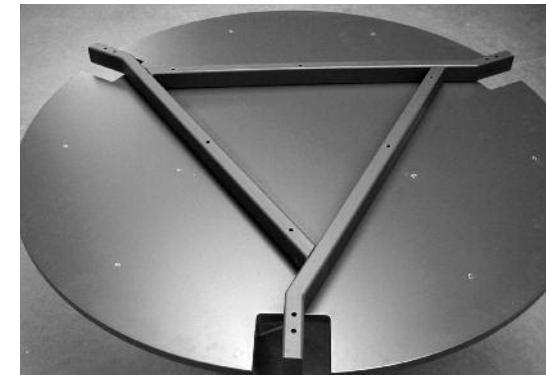

FIG. 1
- 1) Fissare il telaio al sottopiano utilizzando viti e rondelle in dotazione (**fig.1 part.A**).
- 1) Fasten the frame to the undertop using the screws and washers provided (**fig. 1 part.A**).
- 1) Fixer le châssis au sous-plan en utilisant les vis et les rondelles comprises dans la fourniture (**fig. 1 détail A**).
- 1) Das Gestell an der Unterseite der Tischplatte mit den mitgelieferten Schrauben und Beilagscheiben zusammenbauen (**Abb.1 Teil A**).